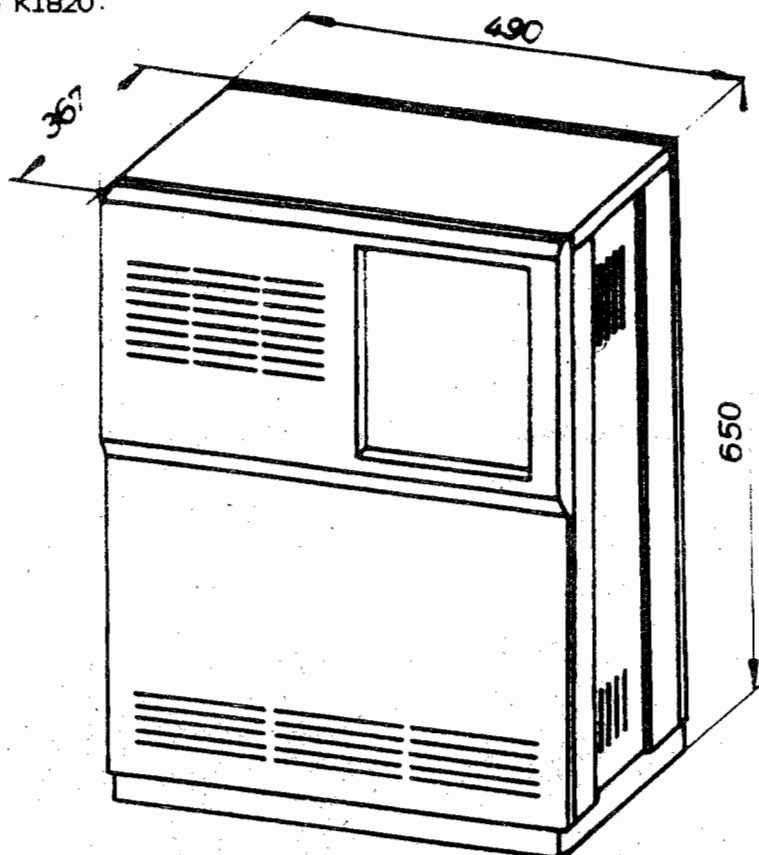

Bild 1-1 RVS K 1822 mit feststehendem Sockel
1. RVS K 1822 (Bild 1-1 bzw. 1-2)